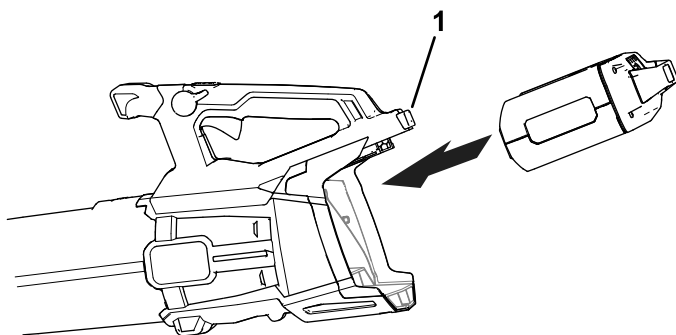

Figure 8
2. Alignez le creux de la batterie sur la languette du corps du manche (Figure 8).
3. Tenez la batterie par la poignée et poussez-la dans la poignée de l'outil jusqu'à ce que le verrou s'enclenche en position (Figure 8).